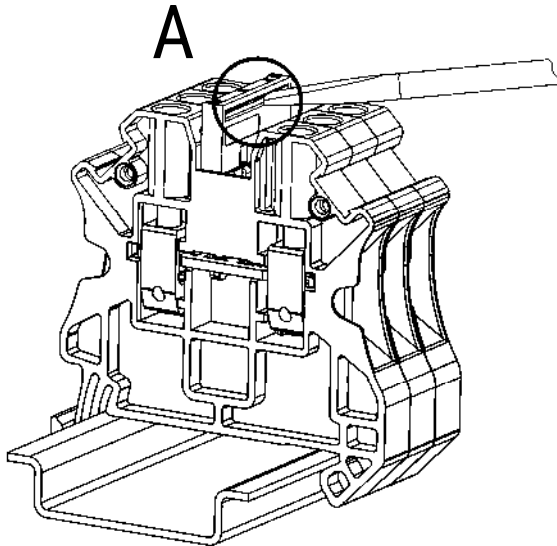
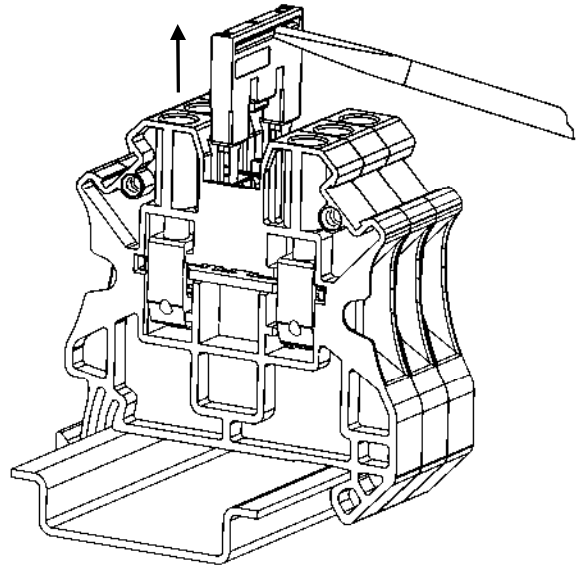

Рисунок 35 – выемка на стенке перемычки
Рисунок 36 – выдавленная перемычка
- Чтобы вытащить перемычку из функционального отверстия, уприте отвертку в выемку на боковой стенке перемычки и, приложив усилия, выдавите перемычку вверх (рис. 35 «А»; рис. 36).